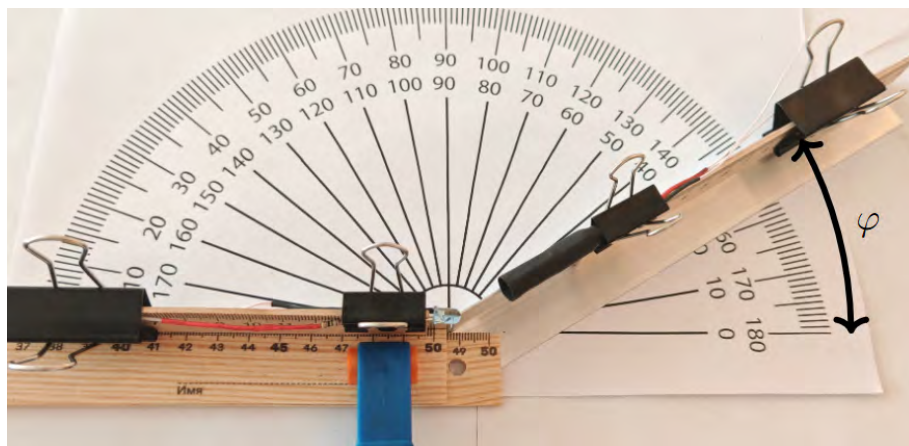

Рис. 6. Конструкция гониометра
Соберите из двух отрезков профиля гониометр (см. рис. 6).
3.1. Подайте на светодиод напряжение от двух батареек АА. Изменяя относительное положение фотодиода и светодиода, измерьте зависимость силы тока фотодиода от угла φ (см. рис. 6) между осью светодиода и линией, соединяющей вершину светодиода и центральную точку измерительной поверхности фотодиода.